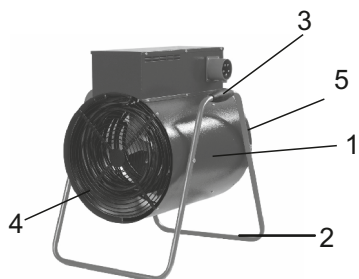

рис. 1 Тепловентилятор
5.1 Схема тепловентилятора представлена на рис. 1.